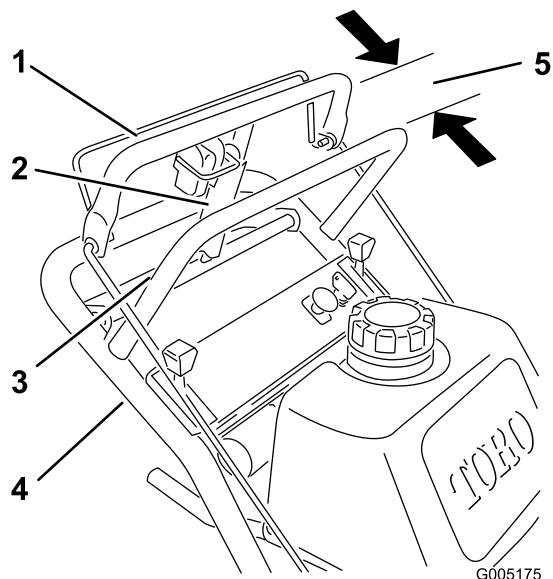

Figura 36
1. Compruebe el espacio entre la barra de control superior y la barra fija con la transmisión de las ruedas totalmente engranada. El espacio debe ser de 25–32 mm (1-1/4 pulg) aproximadamente (Figura 36).